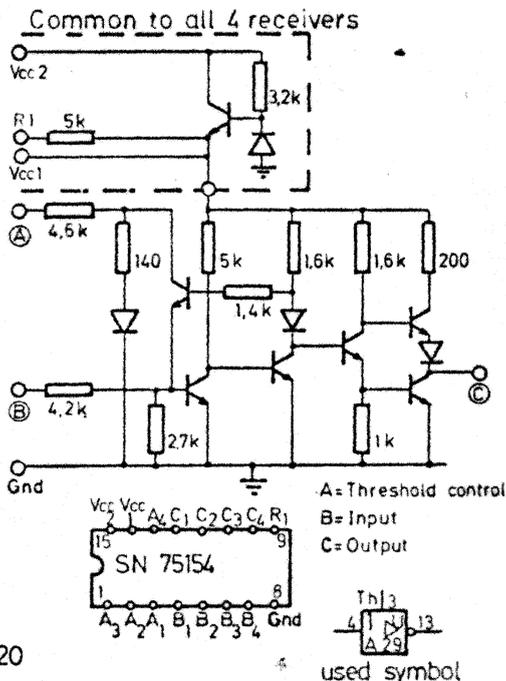

FIG 20
6.2 LINE RECEIVERS & DRIVERS See Fig. 20.